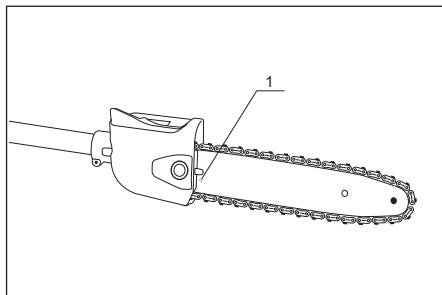

Рис. 20
1. Ослабьте гайки крепления шины, поверните регулировочный винт 1 (рис. 20) по часовой стрелке, чтобы натянуть цепь. Чтобы уменьшить натяжение цепи, поверните регулировочный винт против часовой стрелки. Убедитесь в том, что цепь расположена по всей периферии шины.